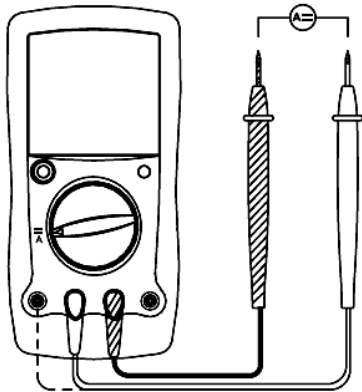

Рис. 5
**С. Измерение постоянного тока (См. рис. 5)**